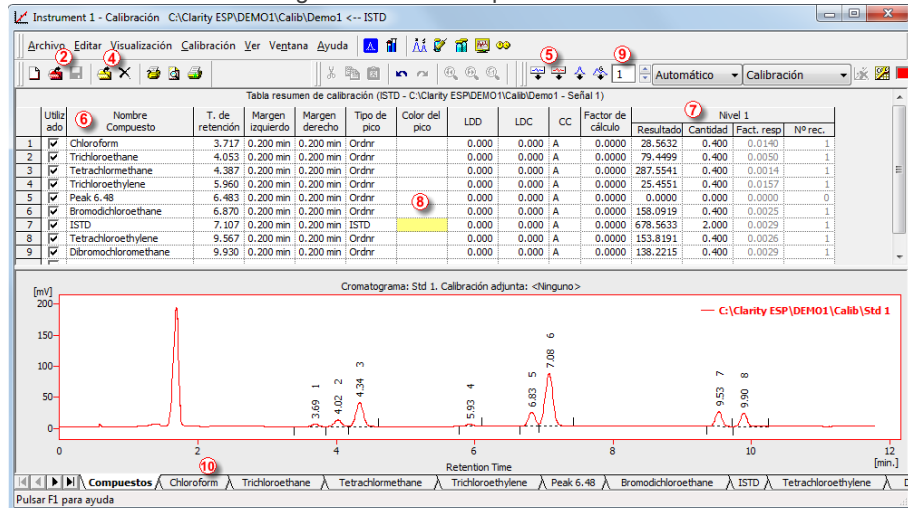

Fig 20: Ventana de calibración - patrón cargado
- Ponga el nivel de calibración a 1 en el campo *Nivel actual*. Usar el icono *Añadir todos* (azul) para desplazar todos los picos identificados a la tabla de calibración. La tabla de calibración aparece en la ventana de **Calibración** lista para ser completada, tal como se ve en la Fig 20 en la pág. 30.
- Tal como puede verse en la calibración los picos están identificados sólo por sus tiempos de retención. Haga clic y edite los campos en la columna *Nombre del compuesto* para los que se ven en la Fig 20 en la pág. 30. También se puede establecer el color de los picos, por ejemplo el pico ISTD en la columna *Color del pico*.
- en el campo *Nivel actual* field ⑨ a 2 y use el icono (azul) *Añadir todos*  ⑤. Rellenar la columna *Cantidad* con el valor 1.0 (excepto el pico 6 en el cual se debería usar el valor 2 de nuevo).
- Fijar el tercer nivel de calibración con el archivo STD 3.PRM y la *Cantidad3.0* y el cuarto nivel (archivo STD 4.PRM, *Cantidad5.0*) excepto el pico Estándar Interno (*Cantidad2* en cada caso). En las pestañas de compuestos individuales ⑩ se puede ver la calibración lineal de 4 puntos. Guardar el archivo de calibración con el icono *Guardar calibración*  ② con el nombre CALIBDEMO.CAL en el directorio predeterminado.